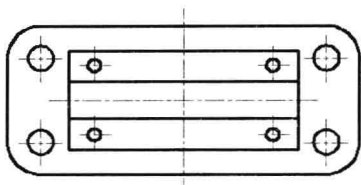

图 11-1-15
(16) 在“修改”面板中，单击“偏移”按钮，命令行提示“指定偏移距离或 [通过(T)/删除(E)/图层(L)] <通过>”，输入“12.5”，按 Enter 键。单击矩形的上边线，在其下面单击，单击矩形下边线，在其上面单击，按 Enter 键，如图 11-1-15 所示。